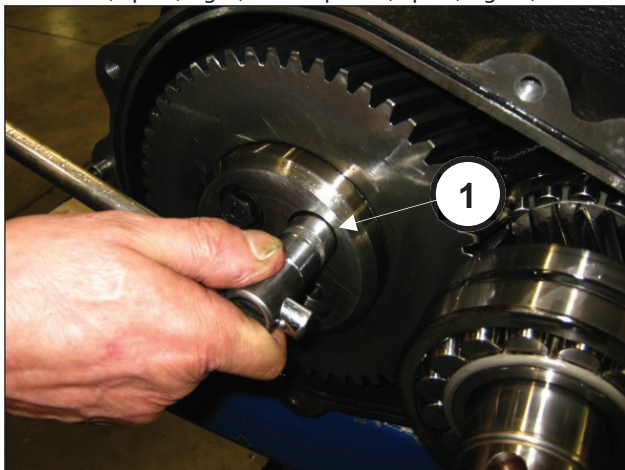
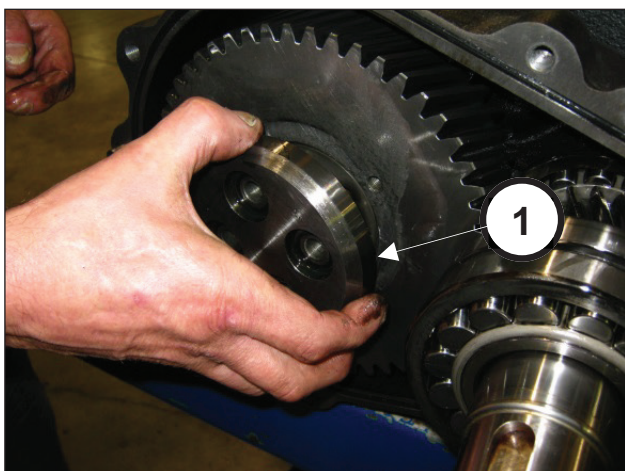

Fig. 9
Fig. 10
L'opération terminée, déposer le couvercle de réducteur. Dévisser les vis de fixation du dispositif d'immobilisation de la couronne (rep. ①, Fig. 9) et le déposer (rep. ①, Fig. 10).